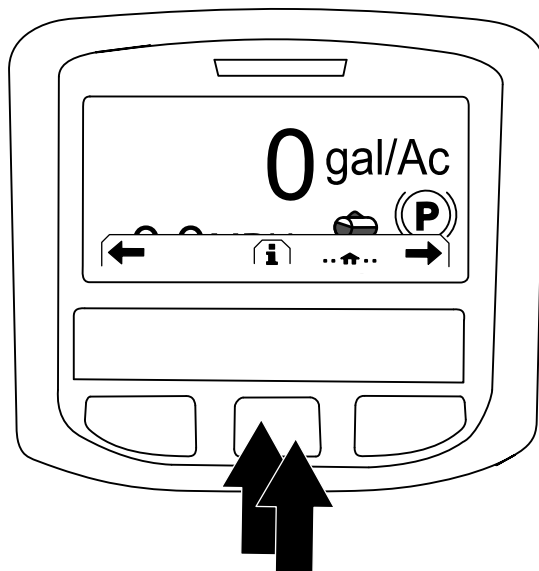

Figure 227
2. Sur l'écran d'accueil, appuyez sur le bouton central de l'InfoCenter pour ouvrir l'écran de navigation (Figure 227).
3. Appuyez sur le bouton central de l'InfoCenter pour accéder au menu principal (Figure 227).